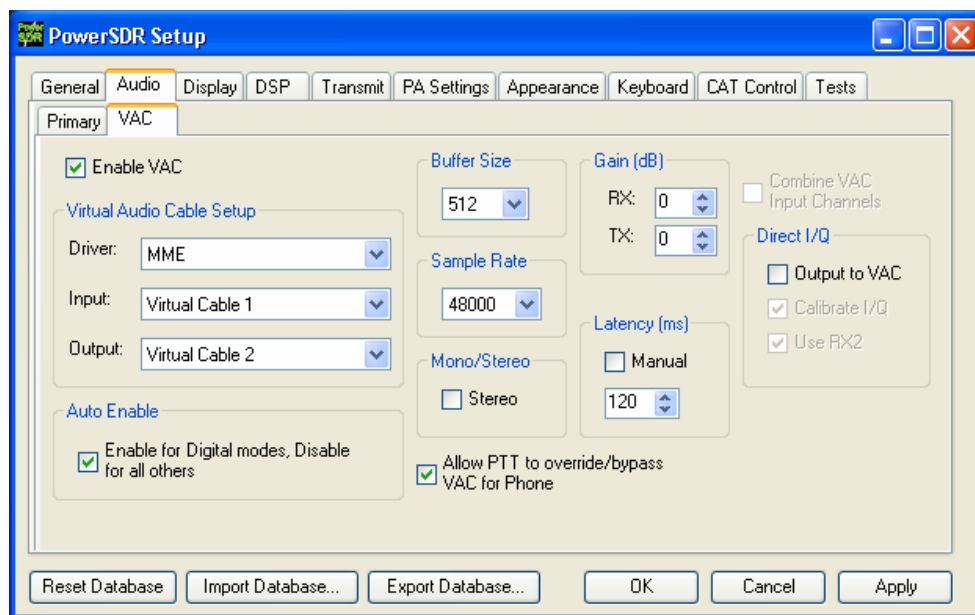

Abbildung 39: Setup Formular – Register Audio, Unter-Register VAC
3. Über die PowerSDR-Menüzeile öffnen Sie das **Setup** Formular, Register **Audio** und gehen Sie dann auf die Sub-Register **VAC** (siehe Abbildung 39). Markieren Sie **Enable VAC**, wählen Sie ferner *Virtual Cable 1* als den **Input** und *Virtual Cable 2* als den **Output**. Sollte Ihre Digi-Modus- Software eine Stereo-Verbindung benötigen, so markieren Sie auch noch **Stereo**. Um VAC automatisch zu aktivieren für die Digi-Modi **DIGU**, **DIGL** und **DRM (6)**, markieren Sie in der Rubrik **Auto Enable** die Funktion *Enable for digital modes*. Wenn Sie in diesen Modi arbeiten, zeigt die PowerSDR-Konsole auch noch einige zusätzliche Felder bzgl. **VAC (8)**, siehe Abbildung 39).
5. Starten Sie Ihr Digi-Modus Programm, wählen dort *Virtual Cable 1* als dessen Soundkarten-Ausgang und *Virtual Cable 2* als dessen Input. Mittels **Gain [dB] RX** beeinflussen Sie den Audio Level in Richtung Ihres Digi-Modus Programms. Mit **AF (21)** und **TX Gain** nehmen Sie die Aussteuerung des TX durch das Digi-Modus Programm vor. Im Interesse schmaler Bandbreiten wählen Sie bei den ersten Versuchen kleine Leistungspegel – bis Sie sich über die Aussteuerungsverhältnisse im Klaren sind. Die Einstellmöglichkeit im Setup Formular Abbildung 39 bzgl. **Gain RX/ Gain TX** ist identisch mit den Reglern **RX Gain /TX Gain (8)** auf der Konsole . Im Setup Formular wird quasi die Grundeinstellung vorgenommen.
7. Gehen Sie über die PowerSDR-Menüzeile ins Formular **Antenna (35)** wählen dort den **Simple** Modus und setzen **Receive** und **Transmit** beide auf **PA** (siehe Seite 109ff bzgl. Details zum *Antenna* Formular).
8. Schliessen Sie eine 50 Ohm Dummy-Load an die Antennenbuchse, oder stimmen Sie den **VFO A (1)** auf eine freie Frequenz in dem gewählten Band ab. Schalten Sie den Button **TUN (19)** ein, wenn Sie die Ausgangsleistung auf dem **TX Meter (4)** kontrollieren wollen (das **TX Meter** auf **Fwd Pwr stellen**).